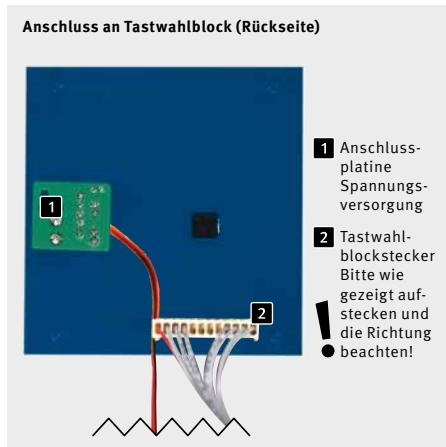

Bild 1
- ▶ Verbinden Sie das Anschlusskabel der Anschlussplatine Spannungsversorgung (1 Bild 1) mit dem Anschlussstecker für 12-15 V auf der Basiselektronik (1 Bild 2).
- ▶ Schließen Sie im nächsten Schritt den 8-poligen Tastwahlblock-Stecker an die dafür vorgesehene Buchse an (bitte Richtung beachten, s. Bild 1).